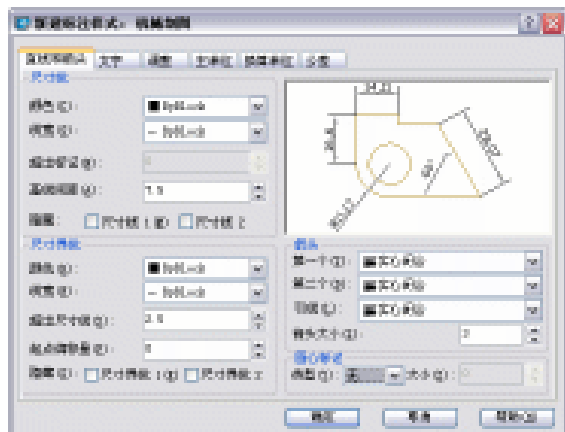

图 1-7-10
STEP 03 单击“继续”按钮，打开如图 1-7-10 所示“新建标注样式”对话框。在“直线和箭头”选项卡中对标注线和箭头进行设置。在“尺寸线”区域的“颜色”下拉列表框中指定颜色为“随层”，在“线宽”下拉列表框中指定线宽为“随层”，指定“基线间距”为 7.5。在“尺寸界线”区域中指定“颜色”和“线宽”也为“随层”，指定“超出尺寸线”为 2.5，指定“起点偏移量”为 0。在“箭头”区域中指定所有箭头均为“实心闭合”，“箭头大小”为 3。在“圆心标记”区域中指定“类型”为“无”。